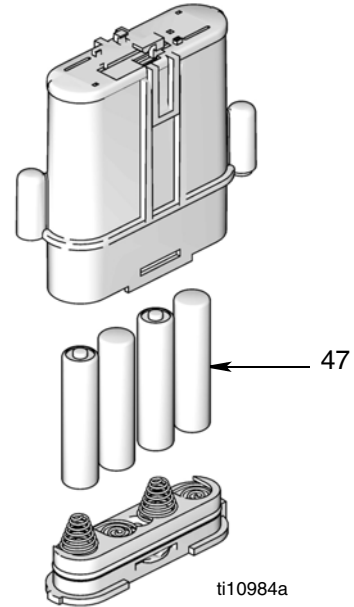

FIG. 28
<ul style="list-style-type: none"> Utilice únicamente el tamaño y el tipo de pilas especificados en este manual. <p>Pilas requeridas para satisfacer la esperanza de vida:</p> <ul style="list-style-type: none"> Energizer E91 <ul style="list-style-type: none"> Asegúrese de respetar la polaridad correcta cuando instale pilas en el compartimento de pilas (FIG. 28). Unas pilas mal colocadas pueden provocar daños al contador. No combine distintos tipos de pilas ni pilas antiguas con nuevas. Sustituya siempre las 4 pilas con 4 pilas nuevas.
- Instale nuevas pilas. Consulte FIG. 28 para ver la orientación de las pilas.